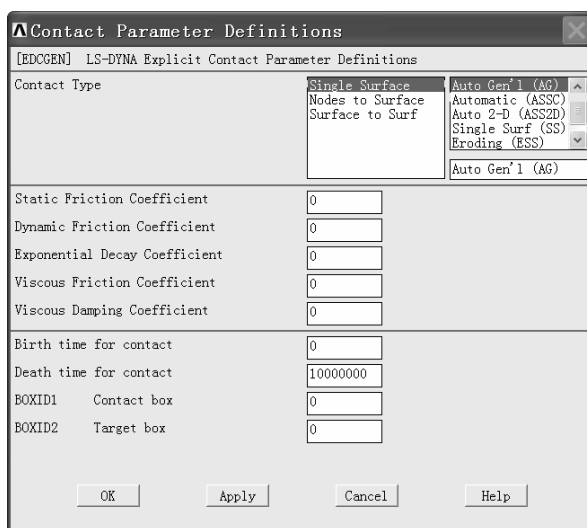

图 6-20 “Contact Parameter Definitions” 窗口
(1) 依次选择 Main Menu>Preprocessor>LS-DYNA Options>Contact>Define Contact, 弹出“Contact Parameter Definitions”窗口（见图 6-20）。